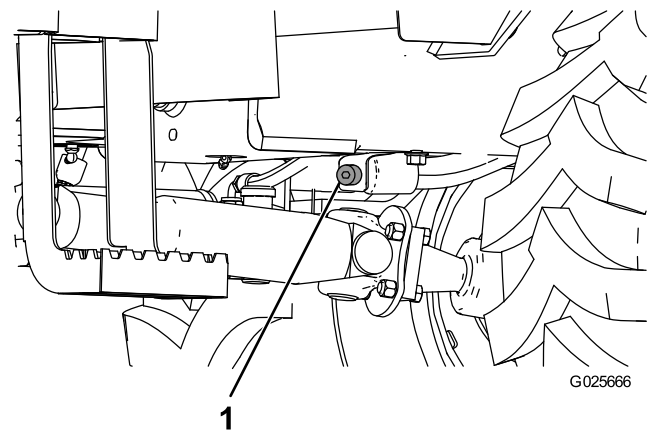

Figure 30
3. Retirez le bouchon de remplissage et le bouchon de vidange (Figure 30).